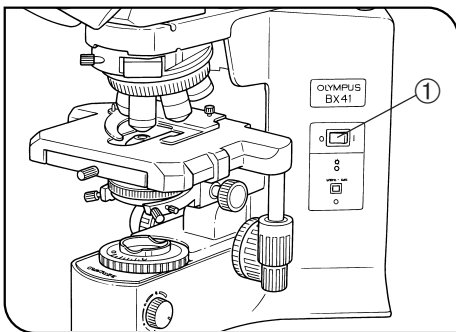

Abb. 1
(Abb. 1)
4. Zur Vermeidung von elektrischen Schlägen oder Verbrennungen beim Auswechseln der Glühlampe zunächst den Hauptschalter ① ausschalten („O“) und anschließend das Netzkabel aus der Wandsteckdose ziehen. Wenn die Lampe während oder kurz nach Gebrauch des Gerätes ausgewechselt wird, die Lampenfassung ② und die Glühlampe vor dem Berühren auskühlen lassen. (Abb. 1 & 2)